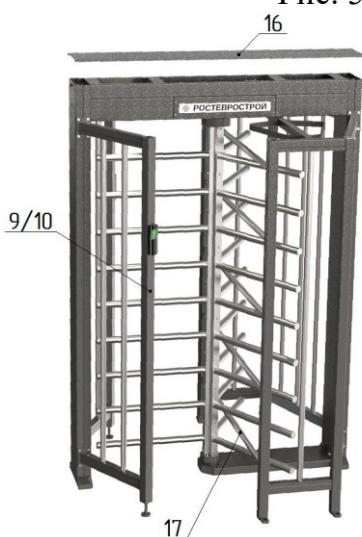

Рис. 6
### 5. Окончательная сборка (рис.6):
– установите на место крышку **16** (выполнить после подключения турникета и проведения режима калибровки) и закрепите винтами M4 (рис.6)